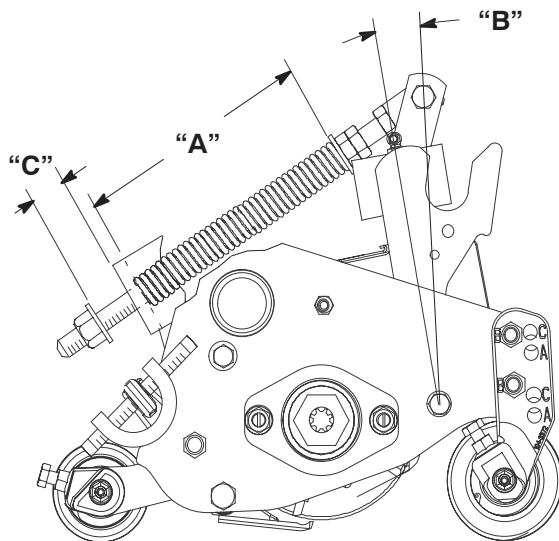

Figure 15
Le ressort de compensation (Fig. 15), qui réunit le bâti porteur et le plateau de coupe, commande le degré de rotation avant-arrière possible pour le plateau de coupe.
1. Serrez le contre-écrou à l'arrière de la tige de ressort jusqu'à obtenir un écartement (C) de **32 mm** entre l'arrière du support du ressort et l'avant de la rondelle (Fig. 15).
2. Serrez les écrous hex. sur l'extrémité avant de la tige de ressort jusqu'à ce que la longueur du ressort comprimé (A) soit égale à **159 mm** (Fig. 15).
**Remarque :** Quand la longueur du ressort comprimé (A) **diminue**, le transfert de poids du rouleau avant au rouleau arrière **augmente** et l'angle de rotation (B) du bâti porteur/plateau de coupe **diminue**.
**Remarque :** Quand l'écartement (C) entre le support de ressort et la rondelle **augmente**, la garde au sol du plateau de coupe **diminue** et l'angle de rotation (B) du bâti porteur/plateau de coupe **augmente**.